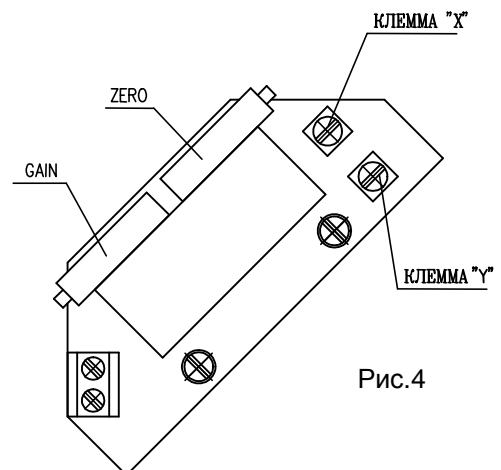

Рис.4
#### 3.4.1 EPV - 2-проводниковое включение (рис.4)
- Установите датчик сопротивления на основании инструкций в предыдущей главе так, что величину сопротивления измеряйте на клеммах X-Y (рис.4). (употреблен датчик с сопротивлением 100Ω)
- Поворачиванием устанавливающего триммера ZERO (рис.4) установите величину выходного сигнала тока, измеряемого на клеммах 81-82, на величину 4 мА.
- Поворачиванием устанавливающего триммера GAIN (рис.4) установите величину выходного сигнала тока, измеряемого на клеммах 81-82, на величину 20 мА.